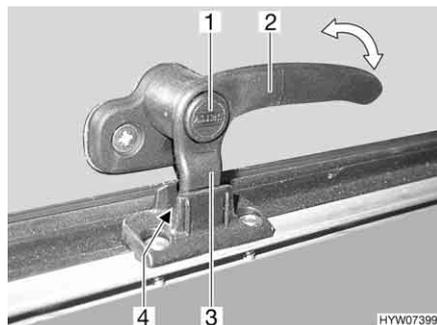
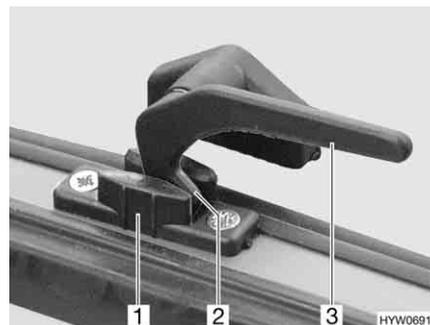

Fig. 111 Leva di serraggio con bottone di sicurezza in posizione "Aerazione continua"
Fig. 112 Leva di serraggio in posizione "Aerazione continua"
- In posizione di "Aerazione continua" (Fig. 111 e Fig. 112)
- Se presente, premere e tenere premuto il bottone di sicurezza (Fig. 111,1).
- Ruotare la leva di serraggio (Fig. 111,2 o Fig. 112,3) di un quarto di giro verso il centro della finestra.
- Girare nuovamente all'indietro la leva di serraggio. Riportare contemporaneamente il nasello di chiusura (Fig. 111,3 o Fig. 112,2) della leva di serraggio nella rientranza della chiusura della finestra (Fig. 111,4 o Fig. 112,1).
- Se presente, rilasciare il bottone di sicurezza (Fig. 111,1).